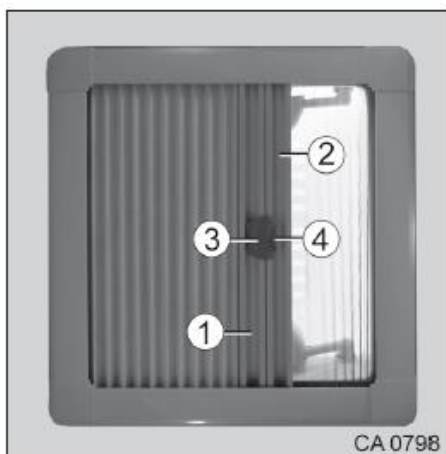

Fig. 55 Stores sur le lanterneau
1. Déplacer le store occultant (Fig. 55/1) ou le store moustiquaire (Fig. 55/2) en les tenant aux poignées.
2. Accoupler les deux stores avec la poignée (Fig. 55/3).
3. Pour les désaccoupler, appuyer sur le bouton (Fig. 55/4) et faire basculer la poignée (Fig. 55/3).
4. Détacher la moustiquaire (Fig. 55/2) du store occultant (Fig. 55/1).